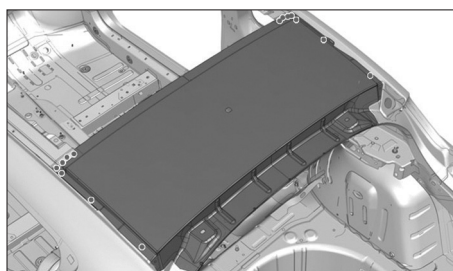

FIG. 142
- par points bouchons MAG (Fig.142).